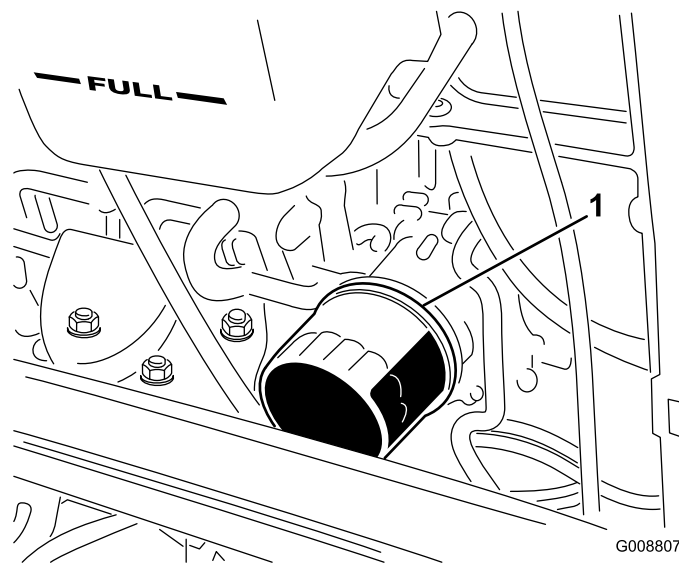

図 57
2. オイルフィルタ（図 57）を外す。新しいフィルタのシールに薄くエンジンオイルを塗って取り付ける。締めすぎないように注意すること。